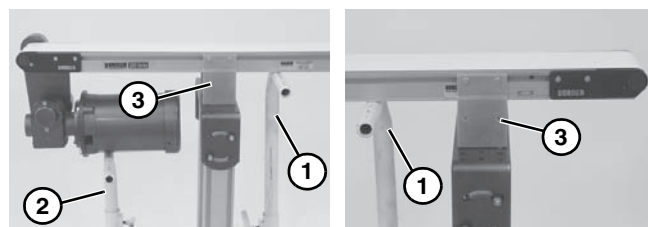

Figure 21
1. Coloque soportes de apoyo temporales (**Figure 21, item 1**) en ambos extremos del transportador. Coloque un soporte de apoyo adicional bajo el motor de transmisión (**Figure 21, item 2**), si dispone de él. Consulte ADVERTENCIA.
2. Retire las abrazaderas de montaje (**Figure 21, item 3**) de un lado del transportador. (Revierta los pasos 3 y 4 de la sección "Attach Mounting Brackets" empezando en page 7.) Si su transportador está equipado con un paquete de transmisión para cargas pesadas, retire las abrazaderas del lado contrario a la protección de la transmisión (**Figure 22, item 1**).